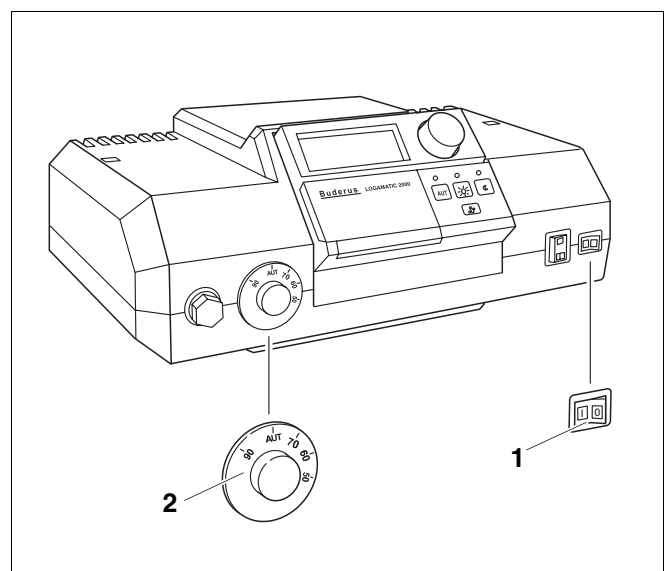

Abb. 3 Regelgerät (hier z. B.: Logamatic 2000)
Nehmen Sie Ihren Heizkessel über das Regelgerät in Betrieb (im Beispiel hier (Abb. 3): Regelgerät der 2000er Reihe). Mit der Inbetriebnahme des Regelgerätes nehmen Sie automatisch den Brenner mit in Betrieb. Der Brenner kann anschließend vom Regelgerät gestartet werden. Weitere Informationen dazu können Sie in der Bedienungsanleitung des jeweiligen Regelgerätes oder Brenners nachlesen.
- Stellen Sie den Kesselwassertemperaturregler (Abb. 3, **Pos. 2**) auf „AUT“.
- Stellen Sie den Schalter „Betrieb“ (Abb. 3, **Pos. 1**) in Stellung „I“ (EIN).
Nehmen Sie Ihren Heizkessel über das Regelgerät außer Betrieb (im Beispiel hier (Abb. 3): Regelgerät der 2000er Reihe). Mit der Außerbetriebnahme des Regelgerätes wird der Brenner automatisch mit abgeschaltet.
- Stellen Sie den Schalter „Betrieb“ (Abb. 3, **Pos. 1**) in Stellung „0“ (AUS).